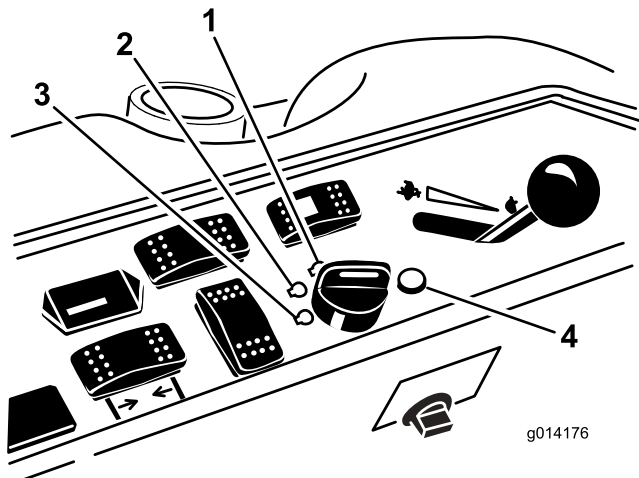

図 12
6. キーを RUN 位置に回す図 12。
3. キーを OFF 位置に回す図 12。すべての部分が完全に停止してから運転席を立つ。